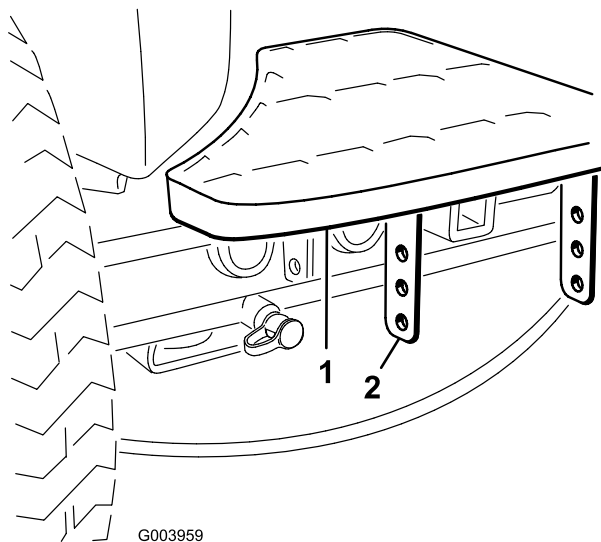

図 2
1. ステップのブラケットをトラクションユニットのフレームに固定しているボルト2本を外す（図 2）。